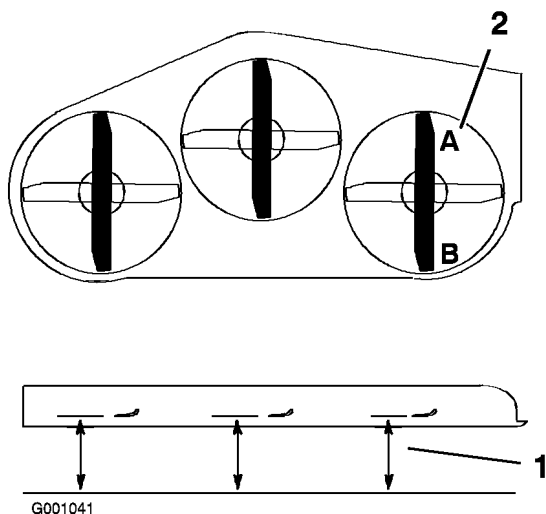

Figure 62
1. Tournez la lame droite dans le sens longitudinal (Figure 62).
2. Mesurez la distance au point **A** entre la surface plane et le tranchant de la pointe de la lame droite (Figure 62).
4. Mesurez la distance au point **B** entre la surface plane et le tranchant de la pointe de la lame droite (Figure 62).
6. La lame doit être plus basse de 6 à 10 mm (1/4 à 3/8 po) au point **A** qu'au point **B** (Figure 62). Si ce n'est pas le cas, passez aux étapes suivantes.